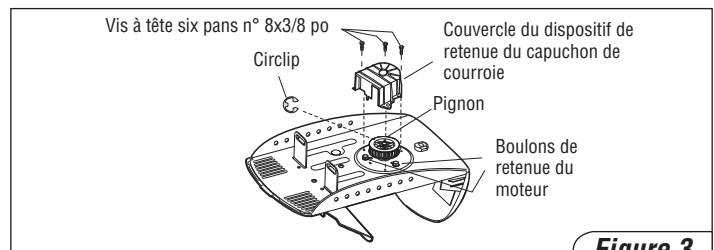

Figure 3
4. Enlever le dispositif de retenue du capuchon de la courroie en haut de l'ouvre-porte de garage, après avoir enlevé les trois vis le maintenant en place (Figure 3). Enlever la courroie du pignon. Mettre le chariot au centre du rail. En utilisant la courroie, mettre manuellement en position au centre du rail.
5. Utiliser un tournevis pour enlever le circlip de l'arbre du moteur. Déposer ensuite le pignon de l'arbre du moteur (Figure 3).
7. Enlever le moteur après avoir desserré les trois vis et rondelles en haut de l'ouvre-porte de garage (Figure 3).